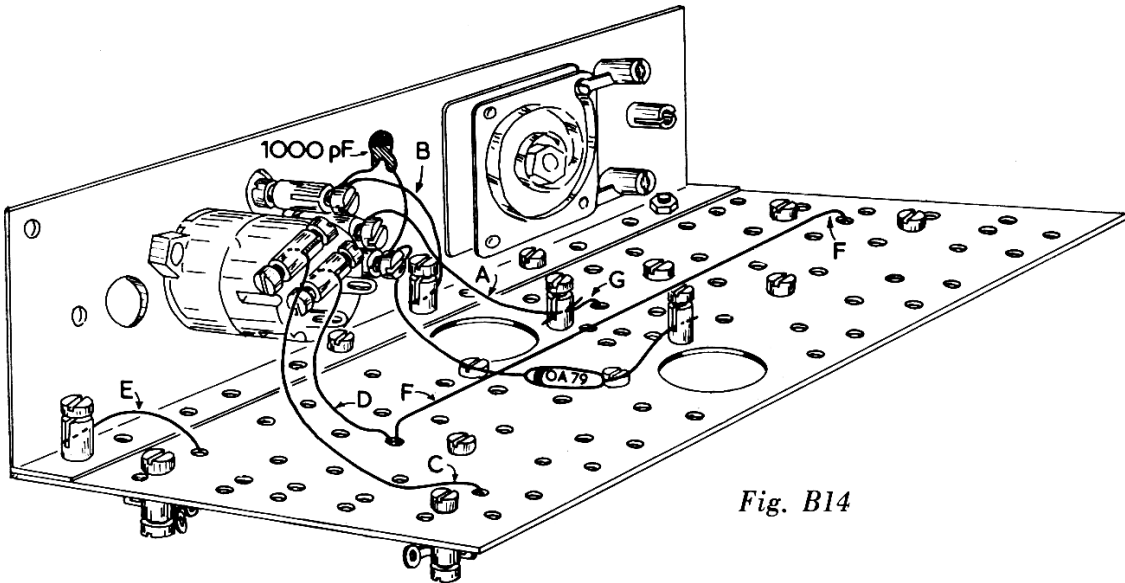
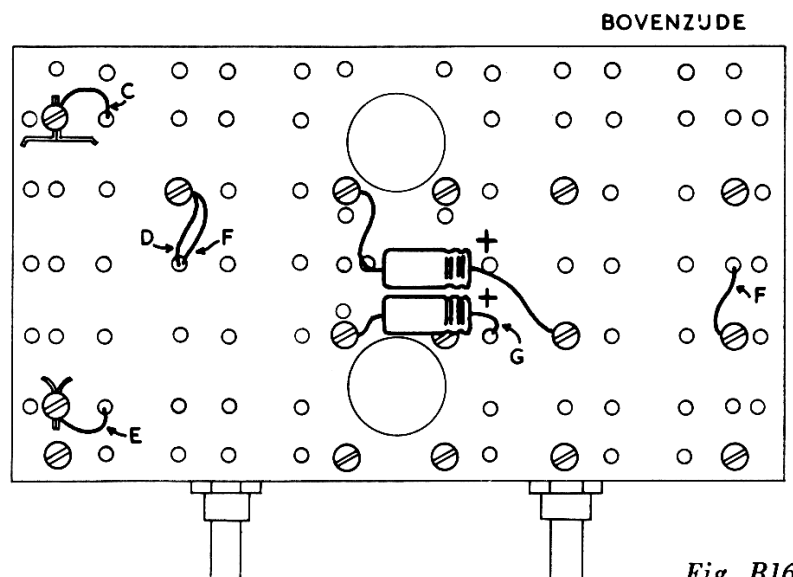

Fig. B14
Fig. B16
8. Sluit de diode OA 79 aan en let daarbij op de witte merkstreep, die aan de zijde van de potentiometer moet komen (fig. B14). Sluit daarna ook de condensator aan en leg vervolgens de **blanke draden** die gemerkt zijn met A (lengte 4½ cm) en B (lengte 5½ cm). De (eveneens blanke) **leidingen C, D, E en F** (resp. 9, 6, 4 en 16 cm lang) worden nu gevoerd door gaten in de bruine isolatieplaat en aan de andere zijde hiervan aangesloten. Let er goed op, dat je de juiste klemmen neemt. Kijk voor het monteren van deze draden daarom alvast naar fig. B16, daar vind je dezelfde letters weer terug.
9. Breng deze twee elektrolytische condensatoren aan zoals in fig. B16 is getekend. Eén aansluitdraad van één van deze twee condensatoren is in tekening B14 gemerkt met de letter G. In fig. B14 vind je deze aansluitdraad met dezelfde letter gemerkt terug.